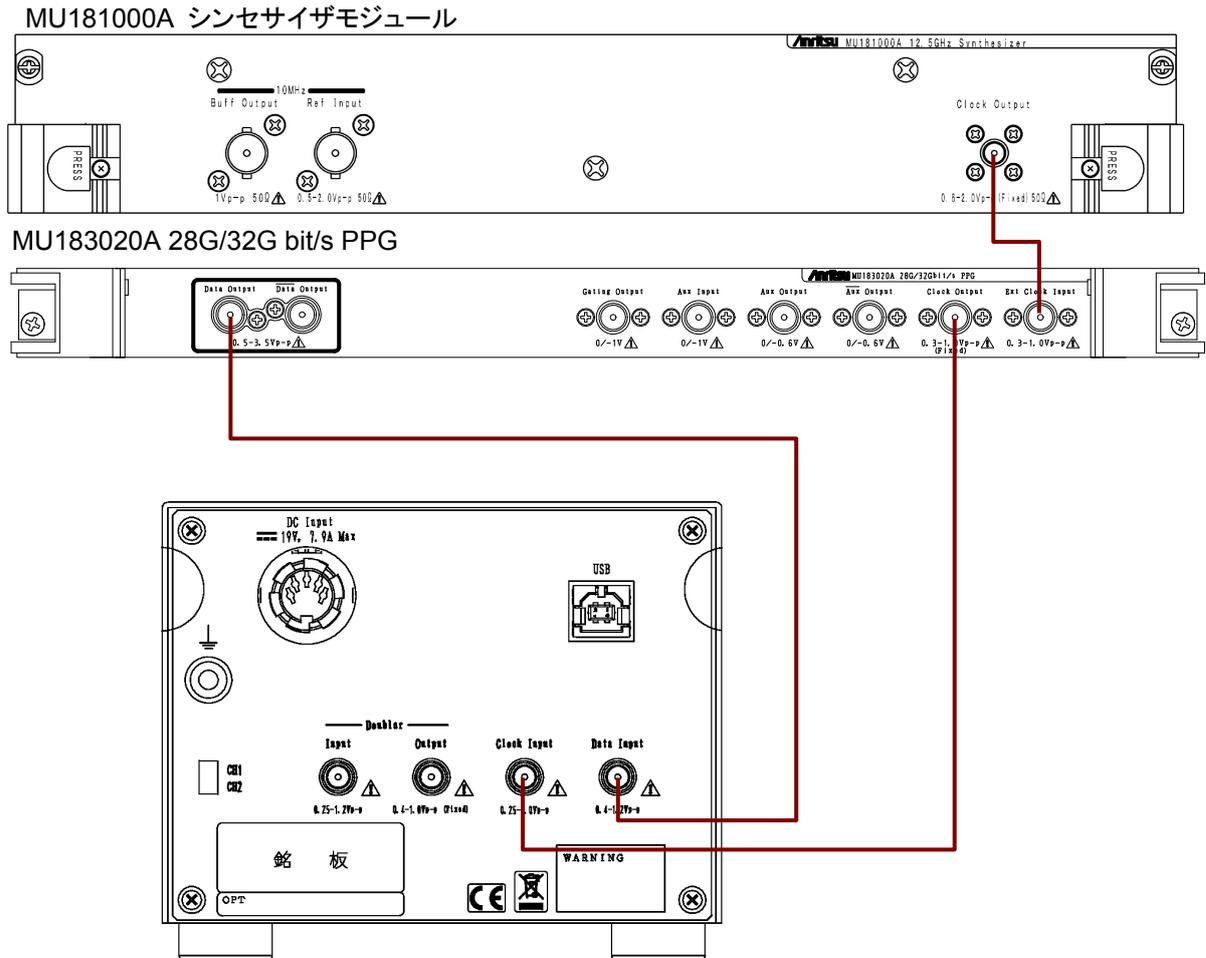

図3.3-6 MU183020A 28G/32G bit/s PPG との接続 (ビットレート 2.4~14 Gbit/s)
- 図 3.3-6 の接続では、MU183020A の Output Clock Rate を [Full rate] に設定してください。MU183020A の設定方法は『MU183020A 28G/32G bit/s PPG MU183021A 28G/32G bit/s 4ch PPG 取扱説明書』の「第 5 章 操作方法」を参照してください。